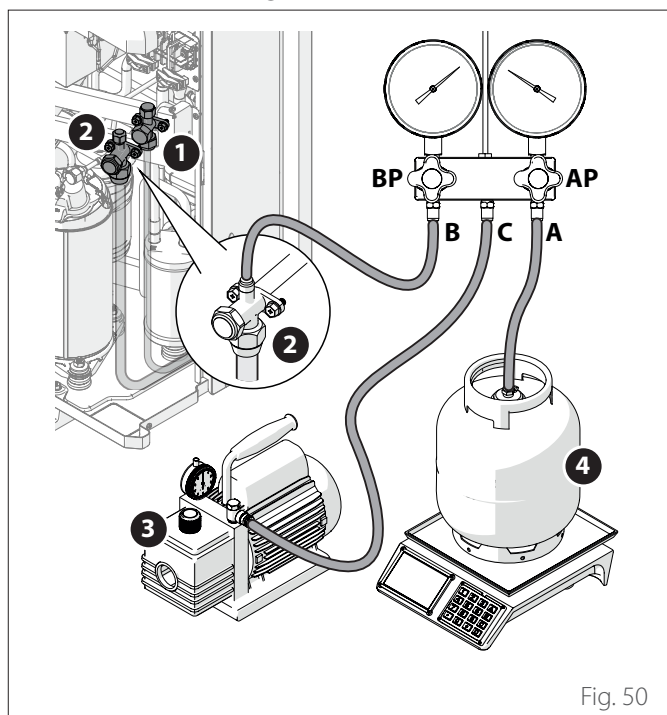

Fig. 50
- Assicurarsi di aver intercettato il collegamento tra **(A)** e **(C)** ("Fig. 50").
- Aprire le valvole di arresto **(1)** e **(2)** dell'unità ("Fig. 50").